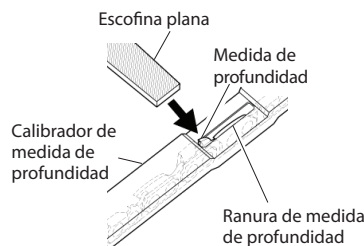

Figura 34 - Calibrador de medida de profundidad en la cadena
1. Coloque el calibrador de medida de profundidad (.635 mm) firmemente a lo largo de dos elementos de corte. Asegúrese de que la medida de profundidad penetra en la ranura del calibrador de la medida de profundidad (vea la figura 34).